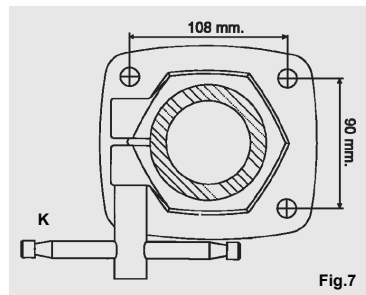

Fig.7
Controleer of de blokkeerhandgreep (M) van de verticale kolom op de juiste manier op de basis is vastgezet (zie Fig.7).